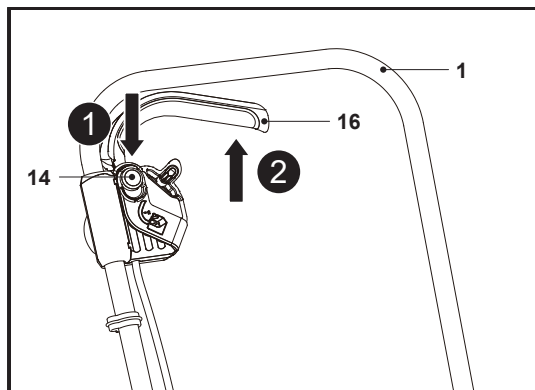

Fig. 11
1. Asegúrese de que la palanca de arranque (16) se suelta.
2. Mantenga pulsado el botón de bloqueo-apagado (14) en posición (Fig. 11, paso 1).
3. Apriete la palanca de arranque (16) hacia el manillar (1) para encender el producto (Fig. 11, paso 2). Mantenga pulsada la palanca de arranque (16) en posición durante el funcionamiento.
4. Suelte la palanca de arranque (16) para apagar el producto.